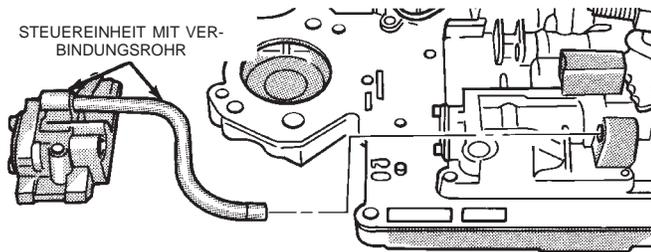

Abb. 61 Steuereinheit/Wandlerkupplung mit Verbindungsrohr
(34) Verbindungsrohr in die Öffnung des Ventilgehäuses einführen (Abb. 61).
(35) Steuereinheit/Wandlerkupplung an der Zwischenplatte ansetzen. Die Schrauben eindrehen, mit denen die Steuereinheit/Wandlerkupplung am Ventilgehäuse befestigt wird (Abb. 61).